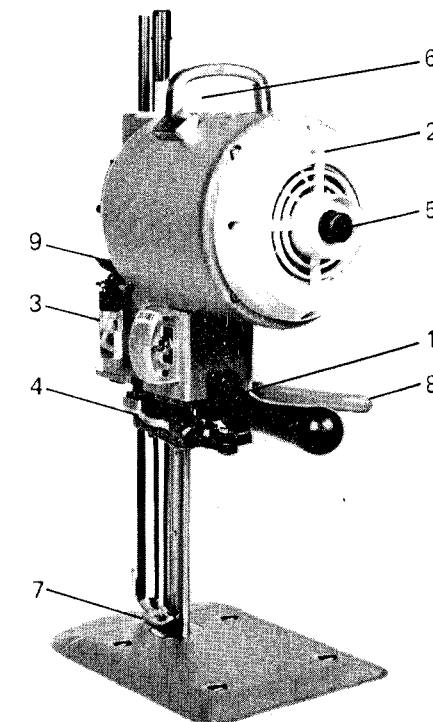

Fig. 1
Per variare tale tensione da 380 Volt a 220 volt o viceversa occorre togliere la manopola 1 fig. 1 per accedere ai collegamenti elettrici ed eseguire il corretto collegamento alla morsettiera del motore, come indicato nella targhetta dello schema dei collegamenti incollata all'interno del coperchio e riportata qui sotto.
ATTENZIONE: Dopo aver effettuato il corretto collegamento elettrico, prima di impiegare la taglierina, occorre verificare che il senso di rotazione corrisponda a quello indicato dalla freccia 2 fig.1. L'eventuale inversione del senso di rotazione, per tutti i tipi di motore trifase, potrà essere effettuata invertendo tra loro due qualsiasi delle tre polarità.
- Riempire d'olio il serbatoio 3 fig.1
- Verificare che l'affilatore 4 fig.1 sia in posizione bloccata al punto morto superiore della sua corsa
- Ruotare a mano il bottone 5 fig. 1 nel senso indicato dalla freccia 2 fig.1 per assicurarsi che la lama si muova liberamente.
- 1) Togliere la presa del collegamento elettrico dalla spina 6 fig.1
- 2) Assicurarsi che il piedino premistoffa 7 fig.1 sia completamente in basso. In caso contrario agire sulla leva 8 fig.1 per far scendere il piedino
- Agire sulla leva 8 fig. 1 e portare tutto in alto il piedino premistoffa
- Portare la lama al punto morto inferiore girando a mano il bottone 5 fig.1
- Verificare, ruotando a mano il bottone 5 fig. 1 che la lama si muova liberamente.